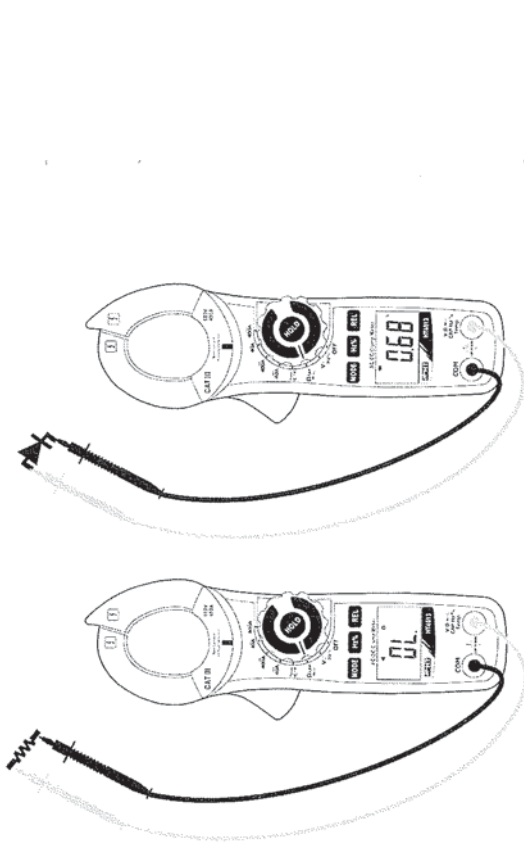

Fig. 7: Uso della pinza per Test Continuità e Prova Diodi
3. Inserire il cavo rosso nel terminale di ingresso **VC** → \rightarrow **CAPHz**Temp e il cavo nero nel terminale di ingresso **COM** ed eseguire il test di continuità sull'oggetto in prova (vedere Fig. 7 – parte sinistra). Il cicalino emette un segnale acustico quando il valore della resistenza misurata è inferiore a circa 30 Ω .
5. Commettere il puntale rosso all'anodo del diodo e il puntale nero al catodo in caso di misura di polarizzazione diretta (vedere Fig. 7 – parte destra). Invertire la posizione dei puntali in caso di misura di polarizzazione inversa